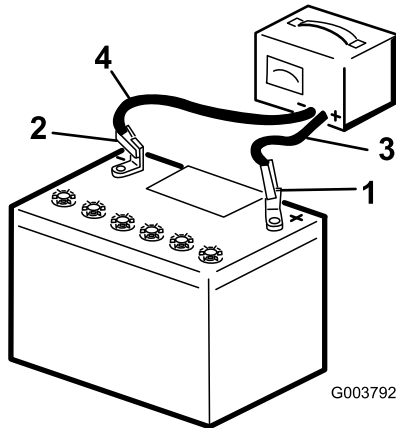

Figure 32
- Chargez la batterie pendant 10 à 15 minutes entre 25 et 30 A, ou pendant 30 minutes à entre 4 et 6 A (Figure 32). Ne chargez pas la batterie excessivement.
- Quand la batterie est chargée au maximum, débranchez le chargeur de la prise, puis débranchez les fils du chargeur des bornes de la batterie (Figure 32).